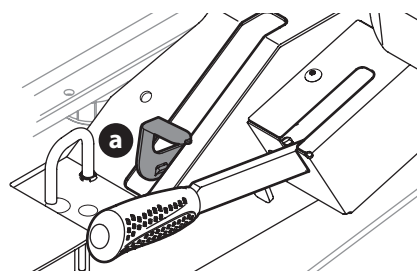

Fig. 40
1. Active las válvulas de derivación de las transmisiones tirando de la palanca de derivación (a) hacia arriba y luego a fondo hacia atrás (Fig. 40).
2. Para soltar la palanca de derivación (a), empuje la palanca hacia adelante (Fig. 40).